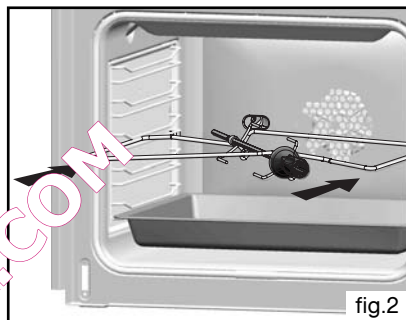
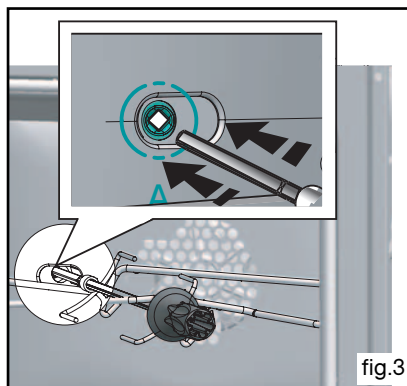

fig.2
fig.3
- **Plat multi usages 20 mm (fig.2)**
- placez la broche sur son berceau (fig.2).
- poussez légèrement pour engager la pointe de la broche dans le carré d'entraînement situé au fond du four (fig.3).
Insérez les deux autres butées rouges dans les emplacements **A** prévus à cet effet (fig.2). Faire lever sur ces pièces afin de déclipper la glace (fig.3).